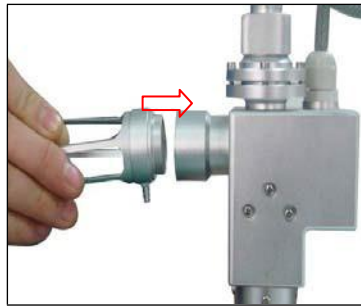

Figura 4.3-4
- 4) Instale o espaçador. Gire o espaçador no sentido horário, prendendo-o (ver 17, Figura 4.1-1) ao orifício de abertura do laser (ver 14, Figura 4.3-4).